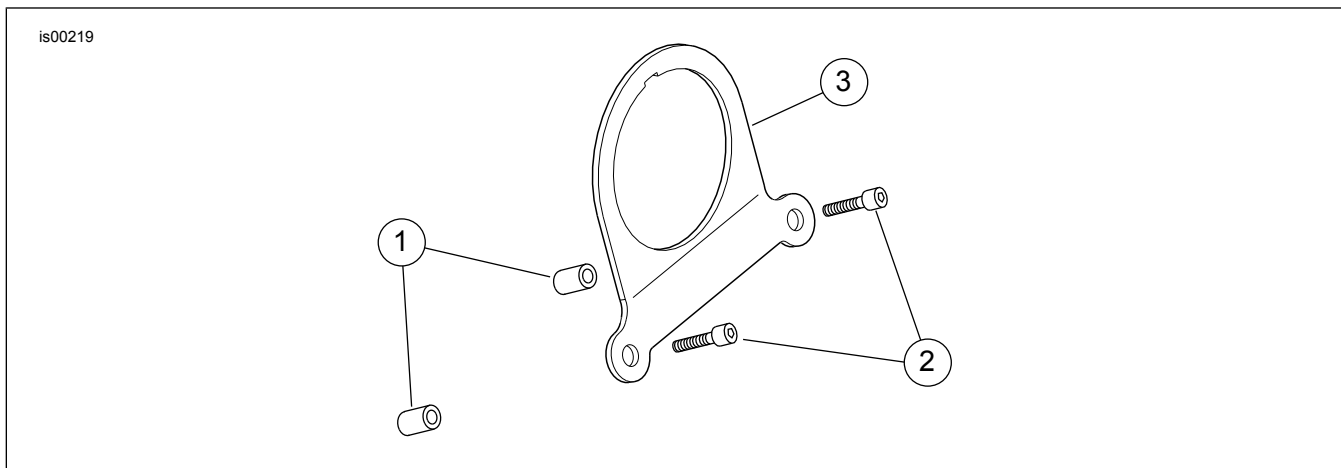

Figura 1. Parti di ricambio per il kit staffa del mini contagiri dei modelli Sportster
Vedere la Figura 1 e la Tabella 4.
3. Vedere la Figura 1. Fare scorrere il contagiri nel relativo attacco (3) dal davanti, allineando la tacca del contagiri con la tacca della guarnizione isolante.
1. Vedere la Figura 1. Rimuovere le due viti anteriori del morsetto del manubrio.
2. Inserire dei distanziali (1) nelle lamature vuote delle viti del morsetto.
3. Fissare, senza stringere, l'attacco del contagiri (3) e il gruppo del contagiri al morsetto del manubrio con le viti (2).